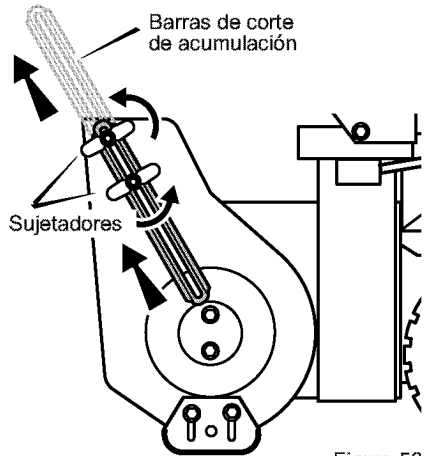

Figura 56
1. Afloje los **sujetadores** que afirman las **barras de corte de acumulación** al alojamiento de la barrena. Vea la Figura 56.